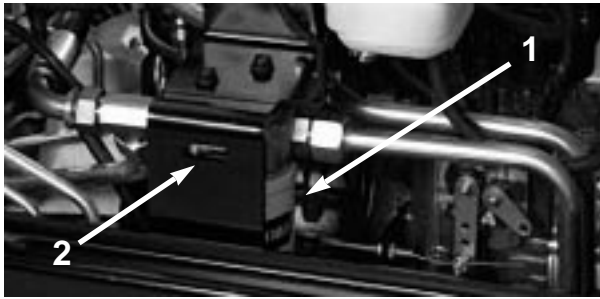

図 58
2. フィルタ取り付け部付近をきれいに拭き、下にドレンパンを置いてフィルタ (図58) を外す。